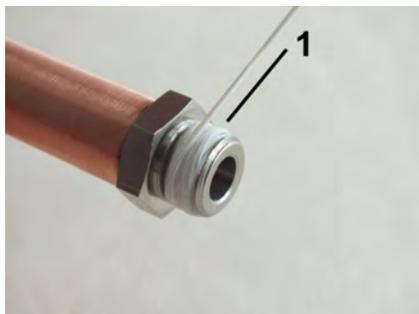

Abb. 9: Dichtfaden aufbringen
2.  Dichtfaden (Abb. 9/1) in Gewinderichtung auf das aufgeraute Gewinde aufbringen, dabei Mengenangaben des Dichtmittel-Herstellers beachten